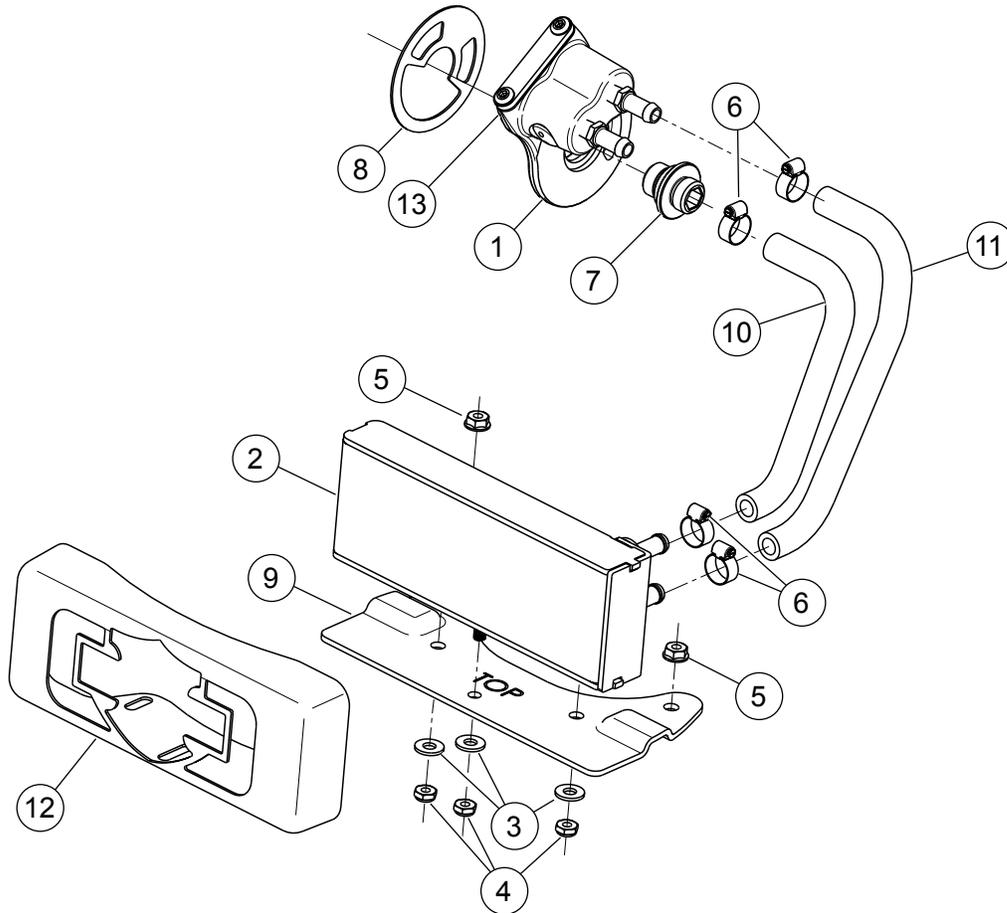

Figura 6. Parti di ricambio del kit radiatore di raffreddamento dell'olio con coperchio cromato Touring
Vedere Figura 6 e la Tabella 1.
3. Vedere Figura 6. Con la guarnizione (8) dell'adattatore del filtro dell'olio e il gruppo dell'adattatore (1) in sede, installare il raccordo dell'adattatore (7) attraverso il gruppo dell'adattatore del filtro dell'olio, con le filettature rivestite rivolte verso la parte interna e l'esagono interno rivolto verso l'esterno. Serrare ad una coppia di 16,3–21,7 N·m (12–16 ft-lbs).
8. Verificare che il cablaggio dello statore passi sotto all'articolazione dello stabilizzatore (1) del motore. Lasciare fuoriuscire l'estremità del cablaggio dello statore in prossimità del tubo discendente di sinistra del telaio. Verificare che il fermo a P sul lato destro sia in posizione; esso non verrà rimosso.
9. Vedere Figura 6. Installare il coperchio del radiatore di raffreddamento dell'olio (12) sopra i prigionieri del radiatore di raffreddamento dell'olio stesso, quindi installare la staffa di montaggio (9) sopra i prigionieri. Fissare la staffa e il coperchio al radiatore di raffreddamento dell'olio con le tre rondelle (3) e i tre dadi (4). Serrare i dadi ad una coppia di 10,8–13,5 N·m (96–120 in-lbs).
- Vedere Figura 6. Installare il tubo flessibile lungo (11) e quello corto (10) del kit. Seguire i contrassegni sui tubi flessibili per collegarli al radiatore di raffreddamento dell'olio e all'adattatore del filtro dell'olio.